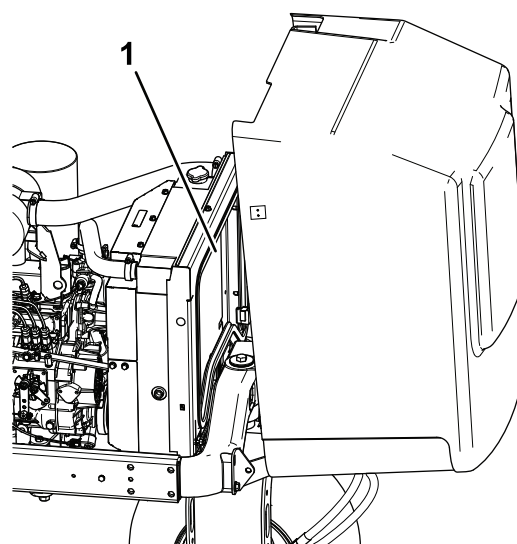

図 68
5. ラジエーターの裏表を、水または圧縮空気ですら丁寧に清掃する (図 68)。